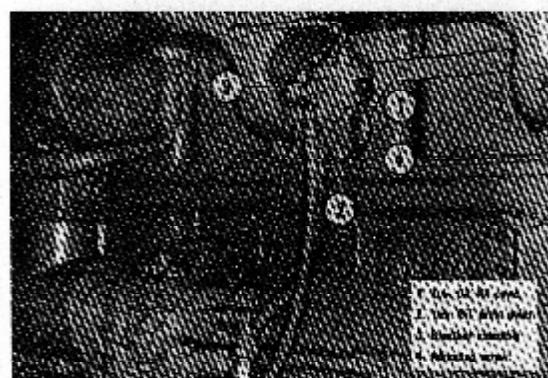

Рис. 2-64 (N10503). Анероид
- Снимите крышку маслонаполнителя (1, Рис. 2-64), обозначенную "Lub oil".
Снимите и замените сапун анероида (3, Рис. 2-64).